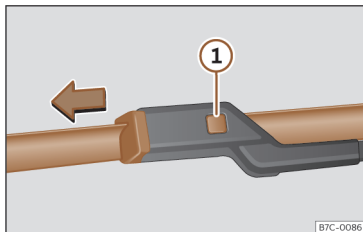

Fig. 184 Substituição das escovas do limpa para-brisas.
- Mantenha pressionado o botão de desbloqueio >>> **Fig. 184** ① puxando ligeiramente pela escova no sentido da seta.